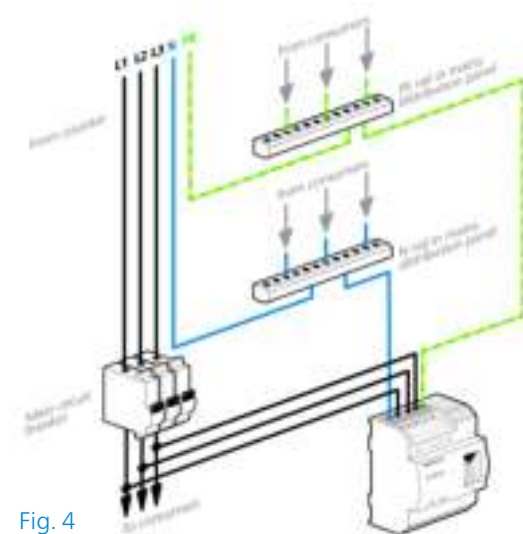

Fig. 4
- **Driefasige aansluiting:** de nuldraad en drie fasedraden worden aangesloten op de klemmen **N**, **L1**, **L2** en **L3**. De **spanningsvoorziening** van het apparaat loopt via de klemmen **N** en **L1**. (zie afb. 4).